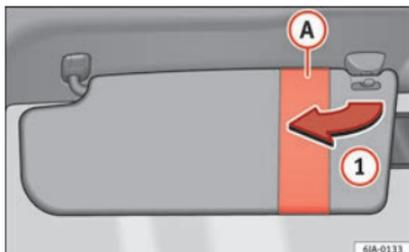
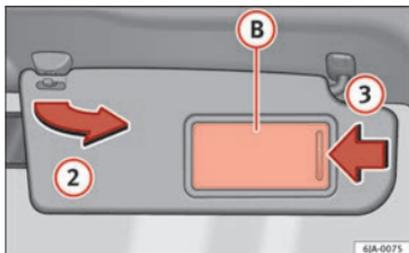

Fig. 138 Parasol del conductor.
Fig. 139 Parasol del acompañante.
Los parasoles del conductor y del acompañante pueden extraerse de sus soportes centrales y girarse hacia las puertas en el sentido de la flecha ① » fig. 138 y ② » fig. 139 respectivamente.
El parasol del acompañante viene provisto de espejo de cortesía ② con tapa. La tapa se abre deslízandola en el sentido de la flecha ③ » fig. 139.